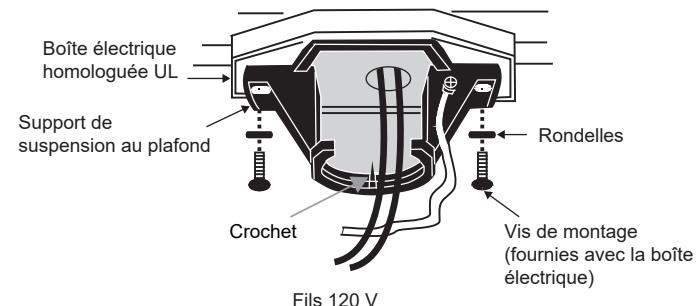

Fig. 6
Étape 3. Faites passer les fils d'alimentation de 120 V de la boîte à prises du plafond par le centre du support de montage au plafond (**Fig. 6**).
Étape 4. Fixez le support de montage au plafond à la boîte à prises en utilisant les vis et les rondelles fournies avec la boîte à prises (**Fig. 6**).